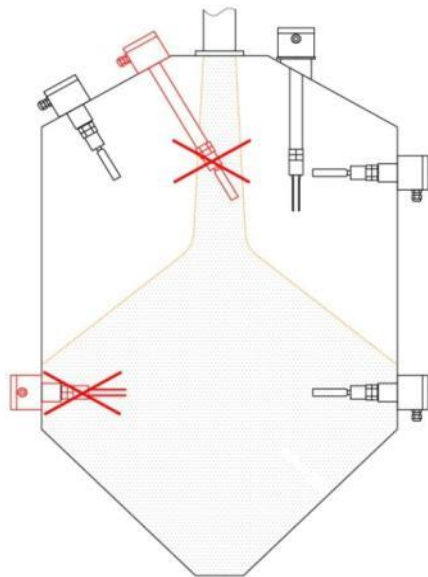

Рис. 4. Допустимі і заборонені способи монтажу датчика граничного рівня ДПУ-10.
Допустимі і заборонені способи монтажу Датчика представлені на рис. 4.
- з орієнтацією кабельного вводу відмінною від орієнтації вказаної на рис. 4.